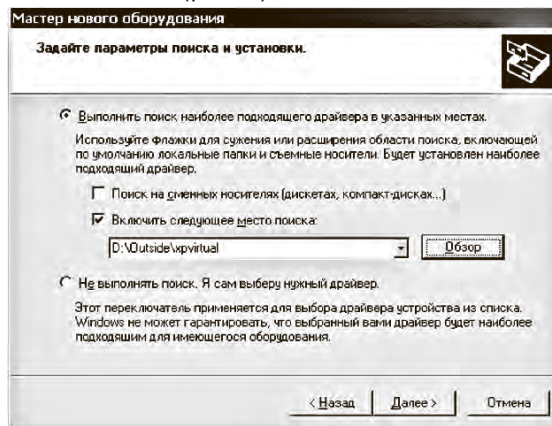

рис.6
пути к драйверу устройства (рис. 6).
3) В окне Рис. 6 установить флажок «Включить следующее место поиска» и нажать на кнопку «Обзор».